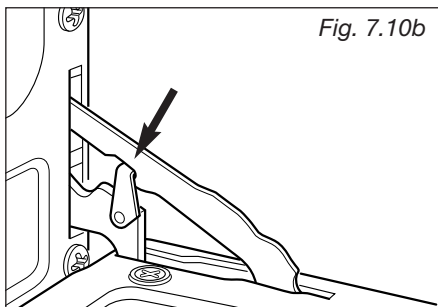

Fig. 7.10b
- Enganche las sujeciones en los ganchos de las bisagras izquierda y derecha (Fig. 7.10b).